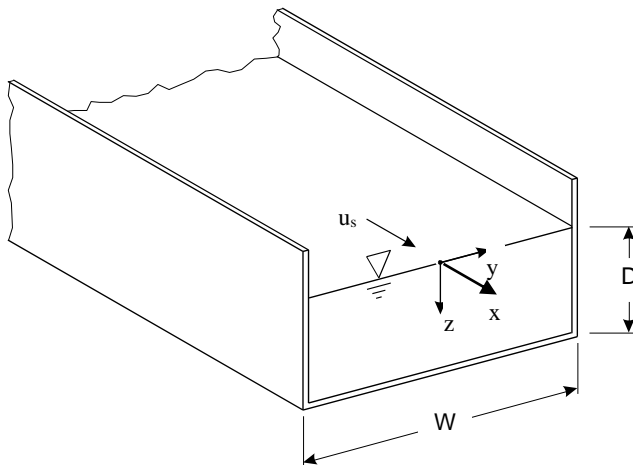

Fig. 2: Canal
3. (10) Água escoa num canal com largura  $W$  e profundidade  $D$  (Fig. 2). A distribuição de velocidade foi dada com as equações: